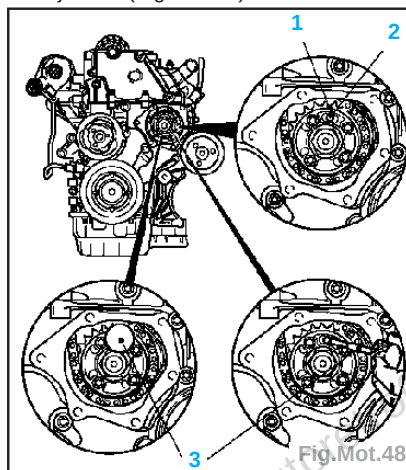

Fig.Mot.48
- La flèche (1) du pignon de la pompe d'injection simplex doit être alignée par rapport à la bride de pompe d'injection, orifice de distribution (2) dans la pompe d'injection (Fig.Mot.48).